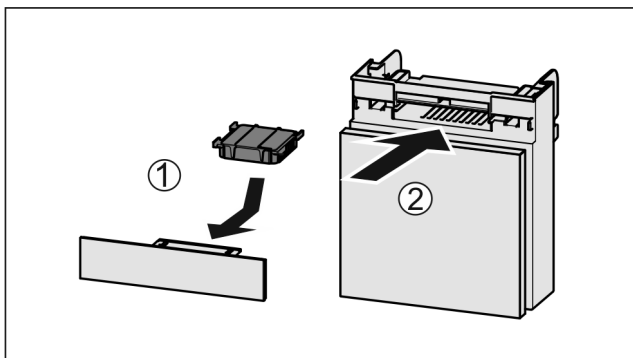

Fig. 183
- ▶ Filtr s aktivním uhlím vložte podle vyobrazení Fig. 183 (1).
- ▶ Zásuvku zasuňte Fig. 183 (2).